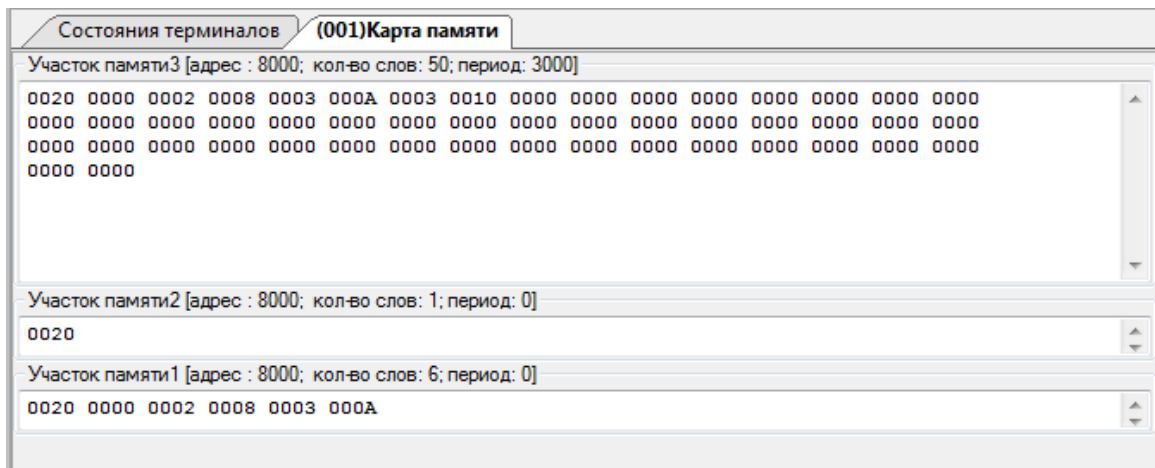

Рисунок 2.43
2) двойным кликом по области отображения участка памяти (рисунок 2.43);